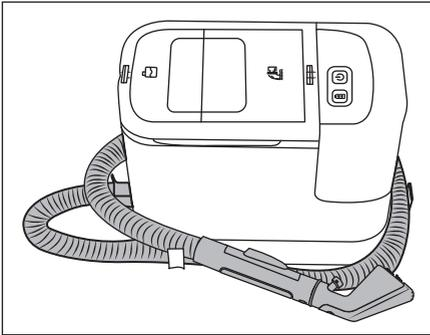

Fig. 10
- ⓘ **Indicación:** (1) Vacíe el depósito de agua limpia 2 si no pretende utilizar el aparato durante un tiempo prolongado. (2) Guarde el aparato exclusivamente en un estado limpio. Para ello, consulte la descripción del capítulo **Limpeza y mantenimiento**.
- ◆ Extraiga el soporte para el tubo 15 del aparato. Coloque el tubo de rociado/aspiración 19 alrededor del aparato y utilice para ello los soportes para el tubo 15/16 (consulte la fig. 10).